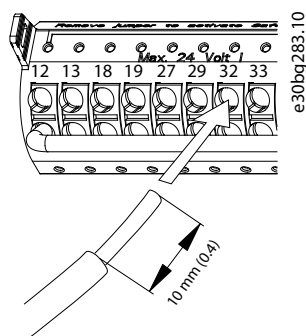

Bild 5.19 Ansluta fasta styrkablarna
- Den fasta kabeln (den bara delen) trycks in i anslutningen. Se *Bild 5.19*.